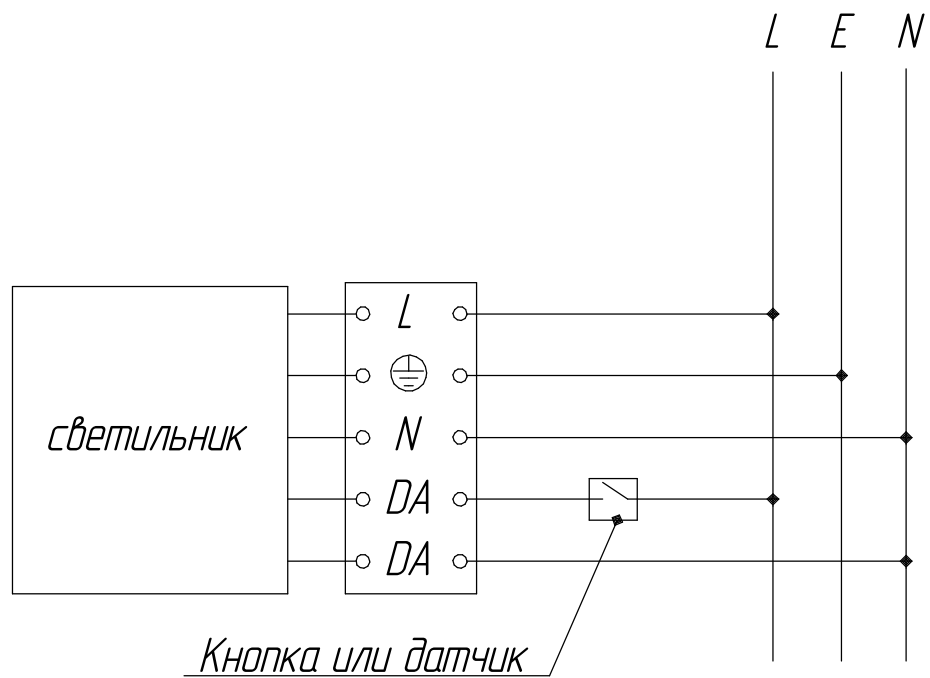

Рисунок 4 - Схема подключения светильника с дежурным режимом (с протоколом DALI) к сети.
Подключение светильника осуществляется согласно схеме рис. 4. При установке кнопки или датчика необходимо учитывать длину проводов от светильника до кнопки (датчика), которая не должна превышать 25 м. При управлении с помощью стандартных кнопок возможно управление группой светильников (до 20 шт.) с общей длиной кабеля DALI до 25 м, при этом все светильники группы должны быть обязательно подключены к одной фазе.
6.8 Светильники с управлением по протоколу DALI дополнительно имеет функцию "Диммирование касанием". Данная функция реализуется путем прямого подключения кнопочного выключателя (*выключатель должен быть обязательно без фиксации*) к светильнику по схеме рис. 4. Работа функции "Диммирование касанием":